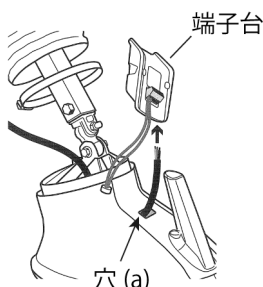

Fig. 9
4) 穴(a)にケーブルを通し、スポットライトの端子台に配線してください。(Fig. 9)